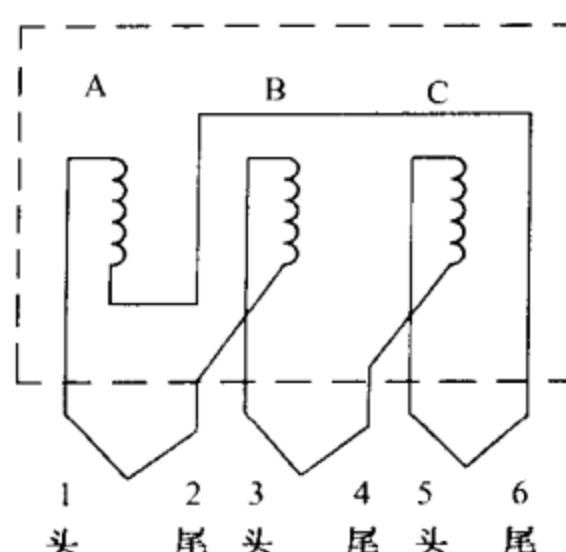

图 2-78 电动机△形改 Y 形接线示意图
如若将此电动机改为 Y 形接线，其改接步骤如下：①先将分别接在一起的引线头按图 2-78 编号，如 1 和 2、3 和 4、5 和 6；②将三对线头都打开；③用兆欧表或万用表测量通断，如果 1 与 6 通，则该绕组定为 A 相绕组；3 与 2 通则该绕组定为 B 相绕组；5 与 4 通则该绕组定为 C 相绕组。假定 1 为 A 相绕组的头，则 6 为尾；2 因和 1 相连，所以 2 为 B 相绕组的尾，则 3 为头；又 4 与 3 相连，所以 4 为 C 相绕组的尾，则 5 为头。只要将三个尾引出线头 2、4、6（或三个头 1、3、5）连在一起，另外三个头 1、3、5（或 2、4、6）接电源便完成了改接任务。